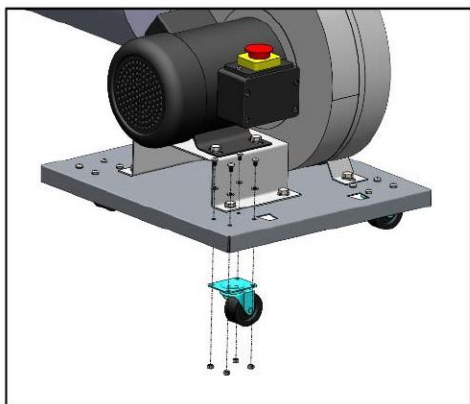

Рис.4
- 2. Установите четыре роликовых колеса на каждый угол опорной плиты (Рис.4).